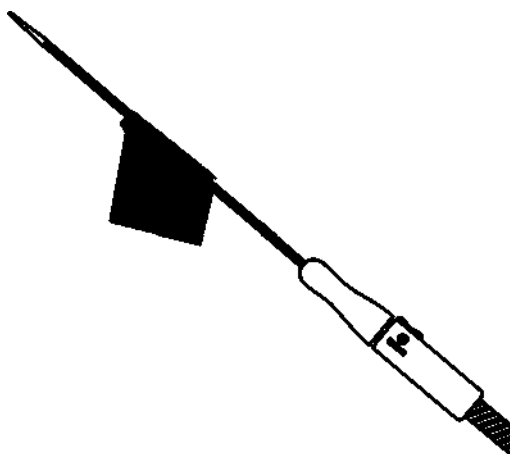

Рис. 4. Активация гидрофильного покрытия
- При помощи марлевой салфетки, смоченной физиологическим раствором, протрите внешний интродьюсер и активируйте внешнее гидрофильное покрытие. (рис. 4)